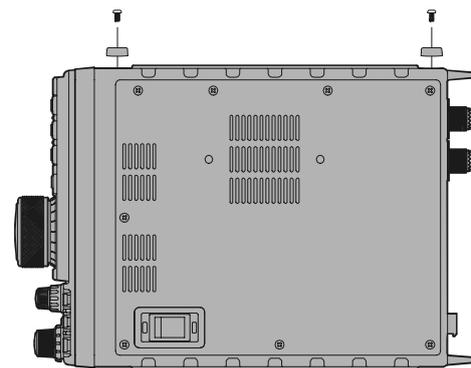

図 2
2. FT-897D 側面にある “ゴム足 (合計 4 個) ” を外します (図 2 参照) .